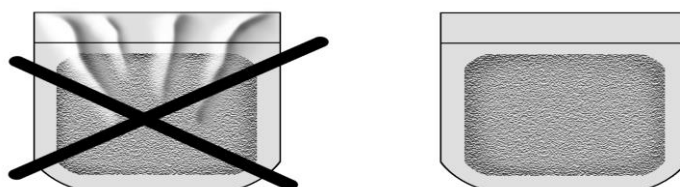

Fig. 3
- Evite cualquier pliegue en la bolsa debajo de la barra de sellado, de lo contrario es posible la pérdida de vacío (Fig. 3).